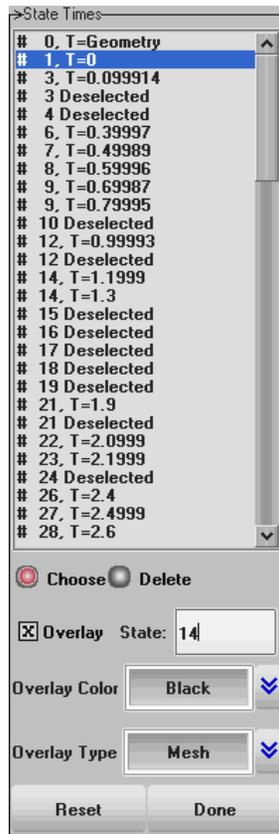

Рисунок 71. Окно *State Times* для балочной модели
- В списке компонентов *State Times* выбираем состояние системы № *1*, активируем режим наложения (в *Overlay* ставим крестик), в раскрывающемся списке *Overlay Color* выбираем цвет наложения модели *Black* и в раскрывающемся списке *Overlay Type* тип наложения *Mesh* (Рисунок 71).